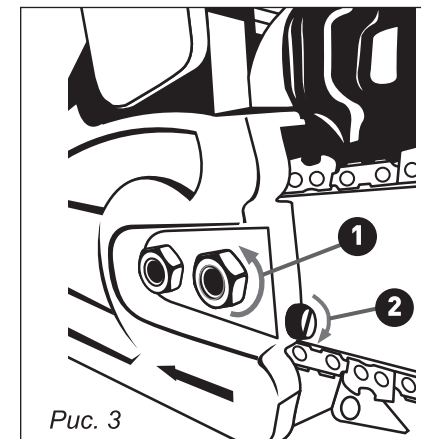

Рис. 3
**Натяжка цепи на моделей БП 138/14, БП142/16, БП 146/16 (рис. 3):**
- Ослабьте гайки на крышке тормоза, не откручивая полностью (рис. 3, п. 1).
- Возьмитесь за носок шины и приподнимите его вверх одновременно с этим вращением винта натяжения по часовой стрелке отрегулируйте натяжение цепи (рис. 3, п. 2).